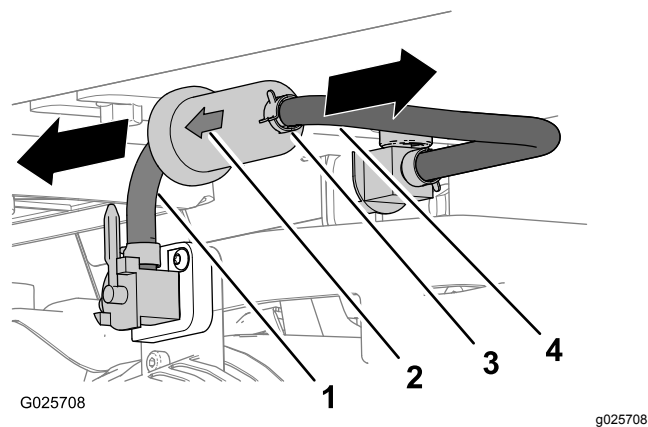

Figura 25
6. Retire las abrazaderas y la manguera del acoplamiento dentado del filtro de combustible (Figura 25).
7. Alinee la flecha de la carcasa del filtro de combustible nuevo para que corresponda con el flujo de combustible al motor (Figura 25).
8. Inserte el acoplamiento dentado del filtro de combustible en la manguera que viene del interruptor del motor (Figura 25).
9. Inserte el acoplamiento dentado del otro extremo del filtro de combustible en la manguera que está conectada a la válvula de cierre del depósito (Figura 25).